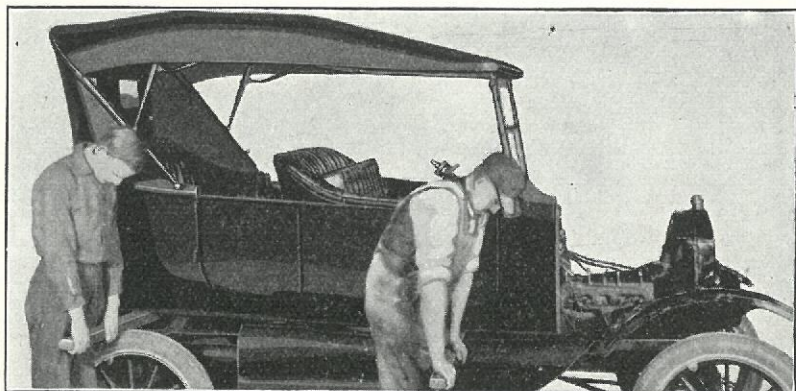

Fig. 16
- (h) Løft Karosseriet af. Hvis der ikke disponeres over Talje til Løftning af Karosseriet, kan det fjernes ved at løfte en Ende ad Gangen og stikke en Løfttestang af haardt Træ ind under hver af dem. Fire Mand (to paa hver Side) kan da løfte Karosseriet fra Chassiset (se Fig. 16). Naar Karosseriet er løftet af, bør det helst sættes paa en flad Transportvogn og stilles paa en Plads, hvor det er af Vejen, og hvor der ingen Mulighed er for, at det bliver beskadiget.